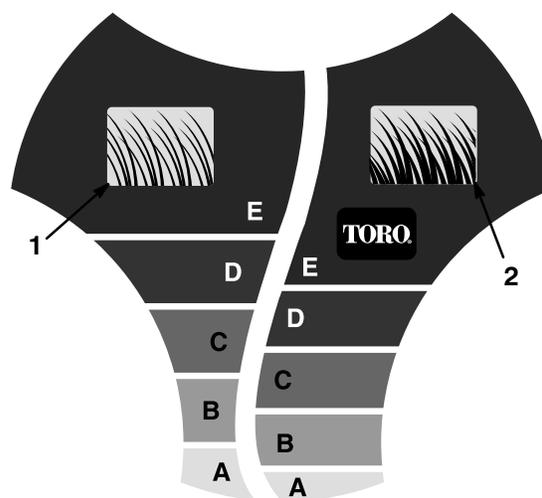

Figure 15
Le système *SmartWheel* présente deux échelles pour un réglage optimal de la hauteur de coupe selon que l'herbe est *CLAIRSEMÉE* à *NORMALE* ou *drue* (Fig. 15). Utiliser l'échelle *NORMALE* pendant la chaude saison d'été pour la plupart des travaux de tonte. L'échelle *DRUE* est réservée à la coupe de l'herbe vigoureuse, humide et luxuriante, qui pousse surtout au printemps.
1. Avant de mettre le moteur en marche, pousser la tondeuse sur le gazon jusqu'à ce que les lettres de l'échelle *SmartWheel*[™] de la roue arrière gauche soient orientées à la verticale (Fig. 15).
2. Mesurer la hauteur de l'herbe sur l'échelle *SmartWheel* (Fig. 15). La lettre en regard du sommet des herbes indique le réglage de hauteur de coupe qui convient.